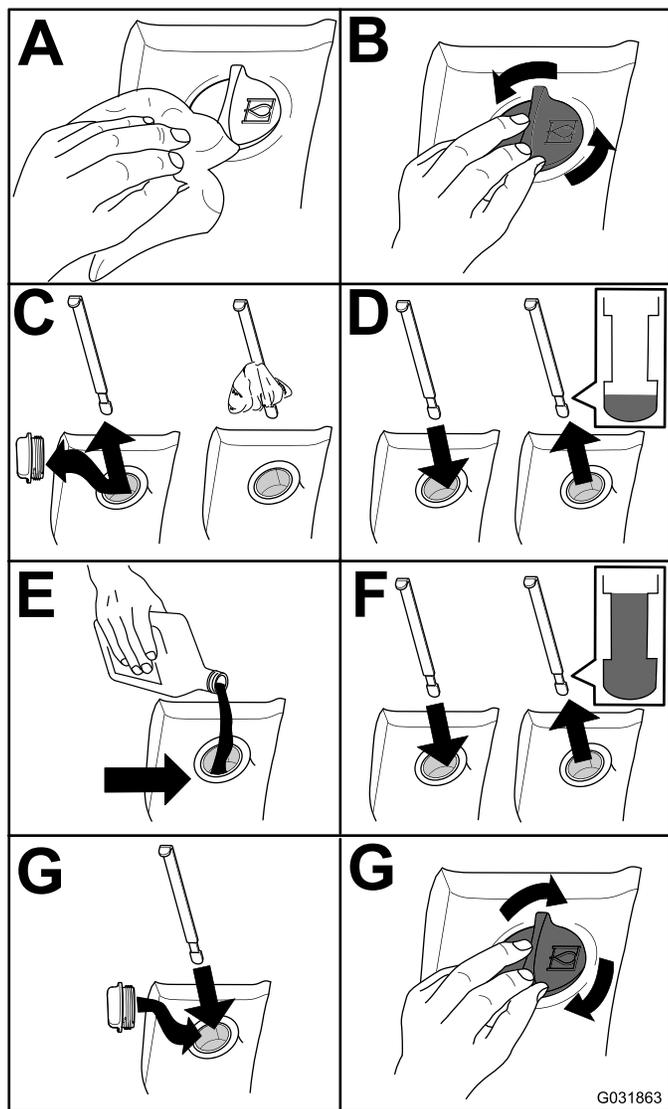

Рисунок 103
2. Проверьте уровень гидравлической жидкости (Рисунок 103).